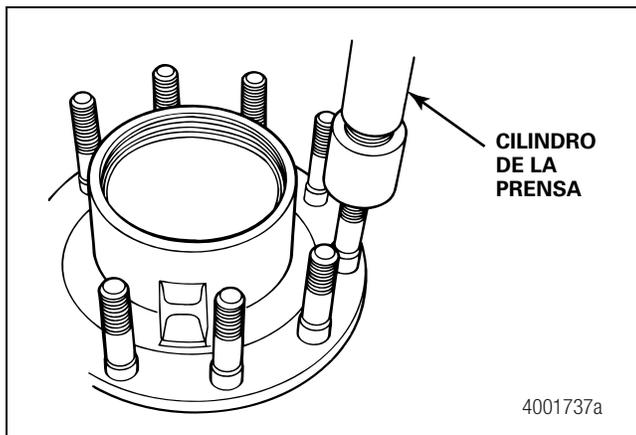

Figura 5.1
3. Utilice el cilindro de la prensa para empujar el extremo roscado del perno para forzarlo hacia fuera del reborde de la maza. Figura 5.1.